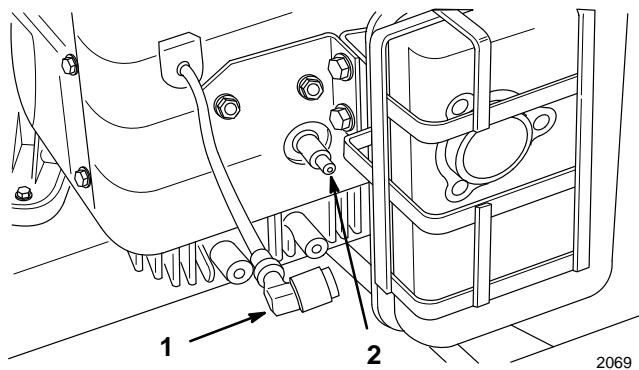

Abbildung 22
2. Zündkerzenstecker von der Zündkerze abziehen (Abb. 22). Nun den Bereich um die Zündkerze reinigen, damit kein Schmutz in den Motor gelangen und ihn beschädigen kann.
3. Zündkerzenkabel wieder auf die Zündkerzen aufstecken (Abb. 22).